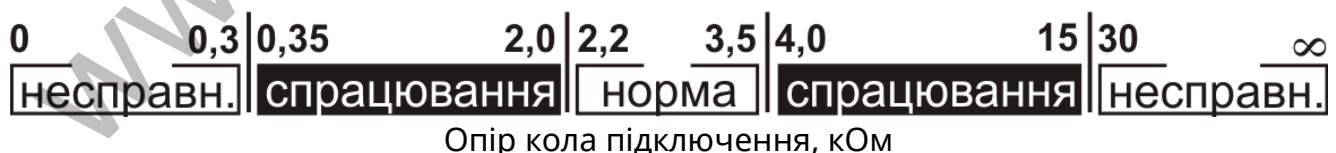

Рисунок 4.1 – Пороги спрацювання входів «1» та «2».
- «1», «2» - параметричні входи, для передавання сигналу «Пожежа», «Несправність» або інших спрацювань від підключених приладів. Пороги роботи входів наведено на рис. 4.1.
| «Z1», «Z2» (Zone) | Світиться | Вхід активний (рис. 4.1) |